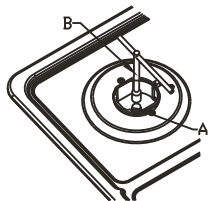

Рис. 6
- Замініть інжектори відповідними інжекторами згідно з таблицею на наступній сторінці (дивіться рис. 6). Спочатку видаліть кришки та кільця горілки та відгвинтіть за допомогою ключа «В» інжектор «А» (дивіться рис. 6).